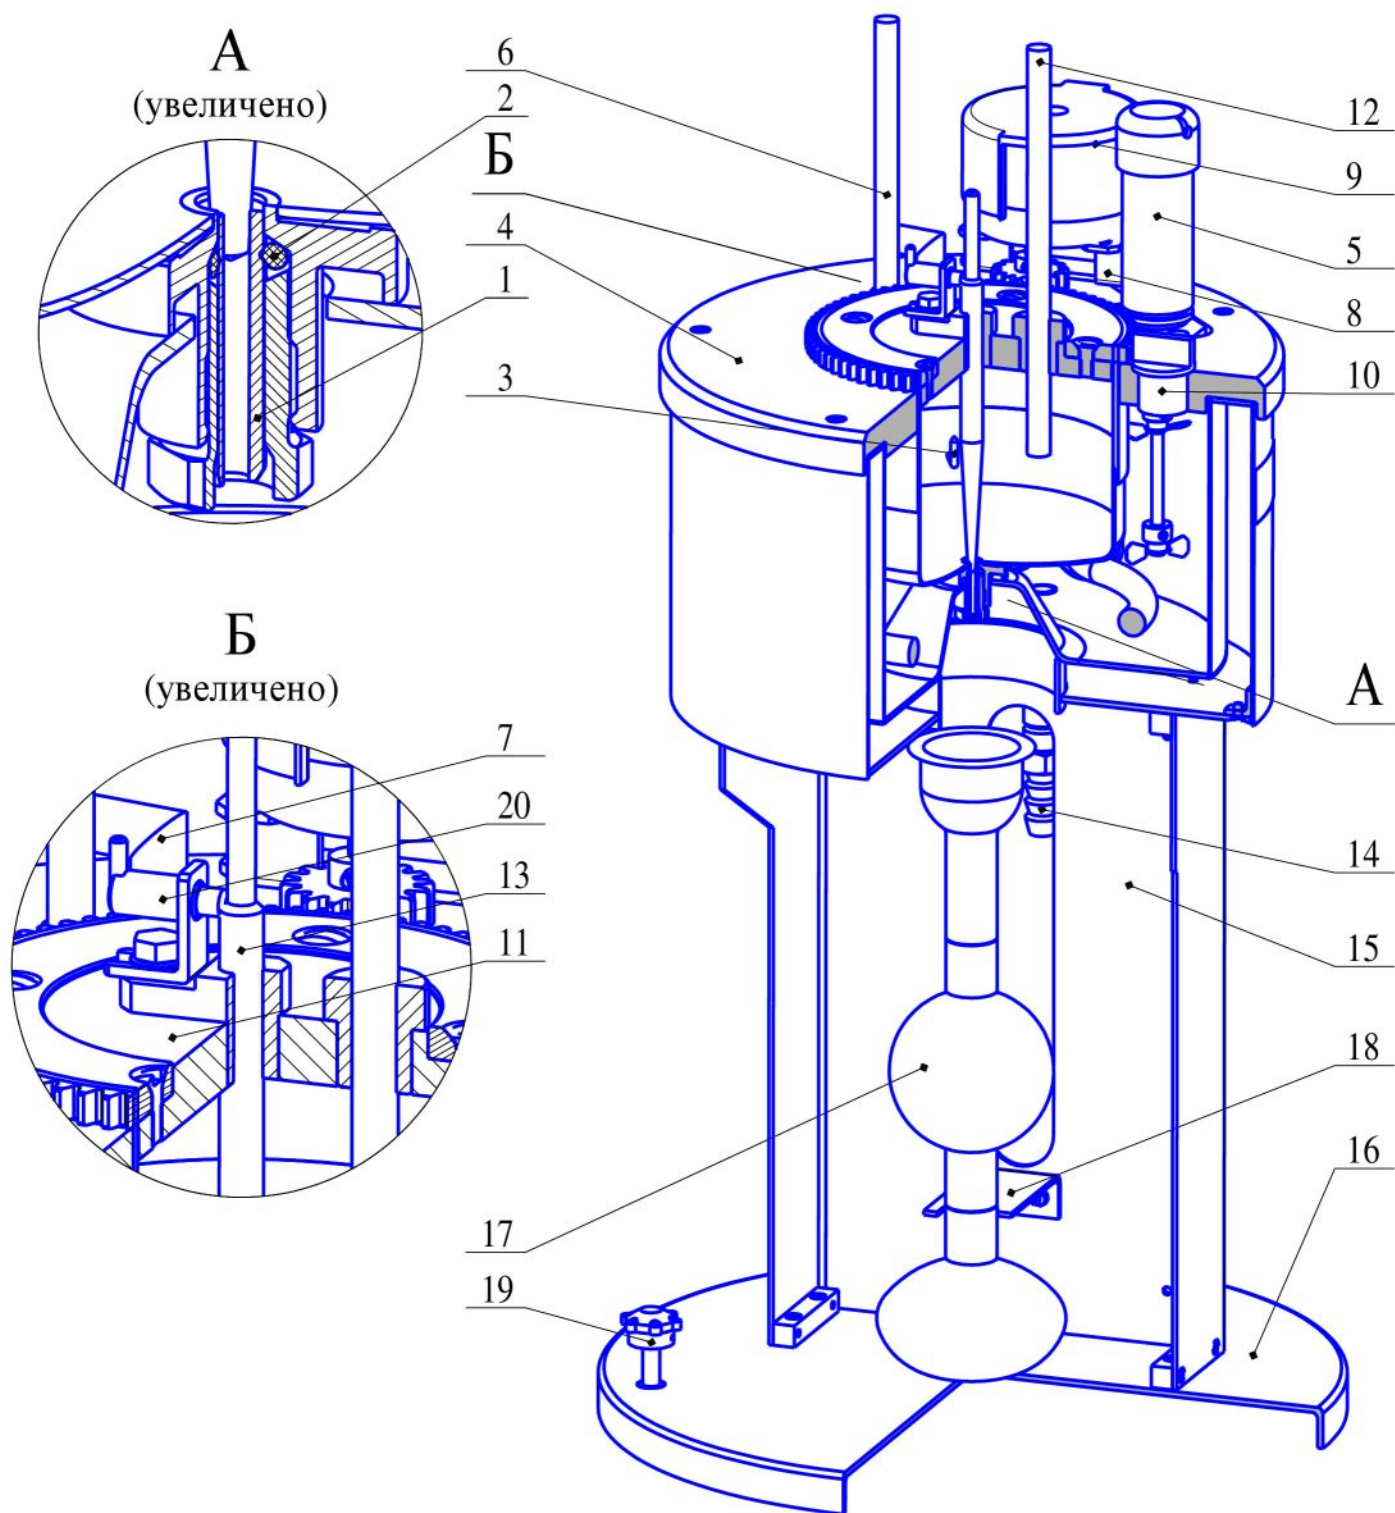

Рисунок 2 - Устройство вискозиметра
Вискозиметр ВУ-М конструктивно представляет собой резервуар со сточной трубкой 1 (рисунок 2), удерживаемой кольцом 2. Резервуар установлен внутри емкости (ванны) цилиндрического корпуса.
8.4 Вынуть пробку 10 (рисунок 2) и залить в баню вискозиметра термостатирующую жидкость до уровня на 5-10 мм, не доливая до нижней кромки заливного отверстия.
Неисправна мешалка 5 (рисунок 2).	Проверить целостность жгута управления. При нарушении его целостности - заменить жгут управления. Проверить наличие питания на электродвигателе мешалки. При наличии питания - заменить мешалку, при отсутствии - заменить БРТ-М.
Время истечения жидкости не соответствует нормативной документации.	Для некоторого изменения водного числа без замены сточной трубки, выполнить следующие процедуры: - Ослабить втулку крепления сточной трубки (вид А, рисунок 2) и сдвинуть сточную трубку приблизительно на 0,1 мм вниз при времени истечения больше нормативного или вверх меньше нормативного. - Проверить время истечения.